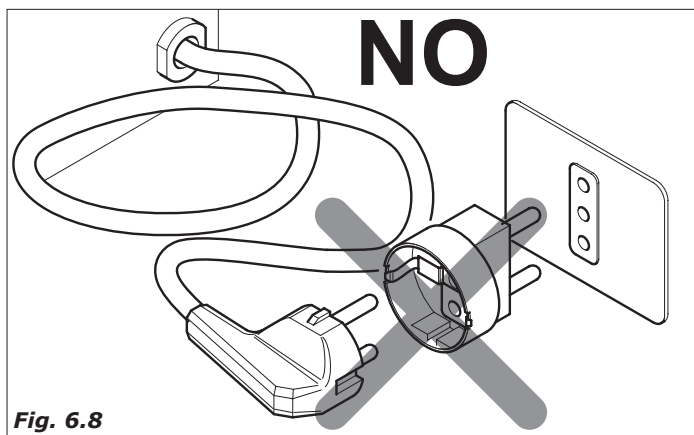

Fig. 6.8
- Le prese non compatibili con la spina dell'apparecchio devono essere sostituite (Fig.6.8).